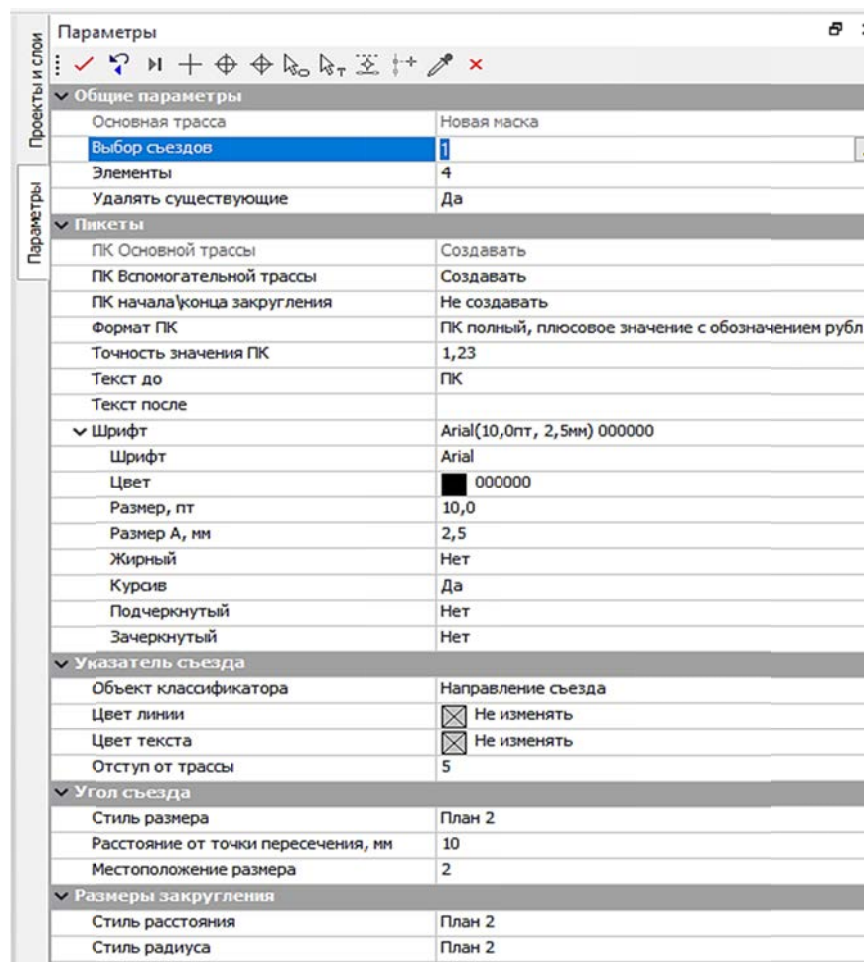

Рис. 4.20. Параметры оформления съезда
6. Выполните настройки отображений элементов оформления (рис. 4.20):